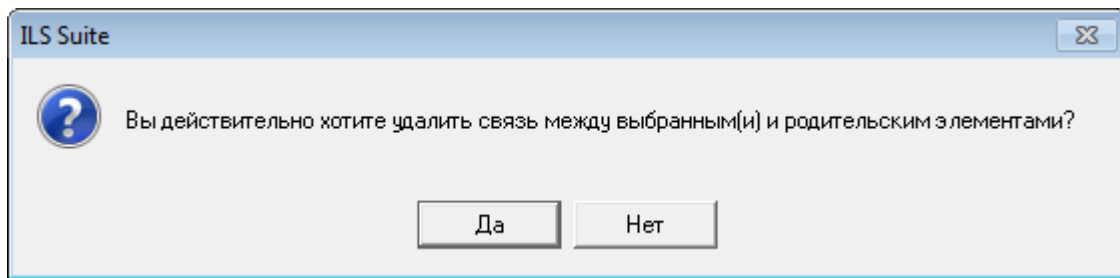

Рис. 27-21 – Диалоговое окно
5) В открывшемся диалоговом окне нажать «Да» для подтверждения действия (рис. 27-21).